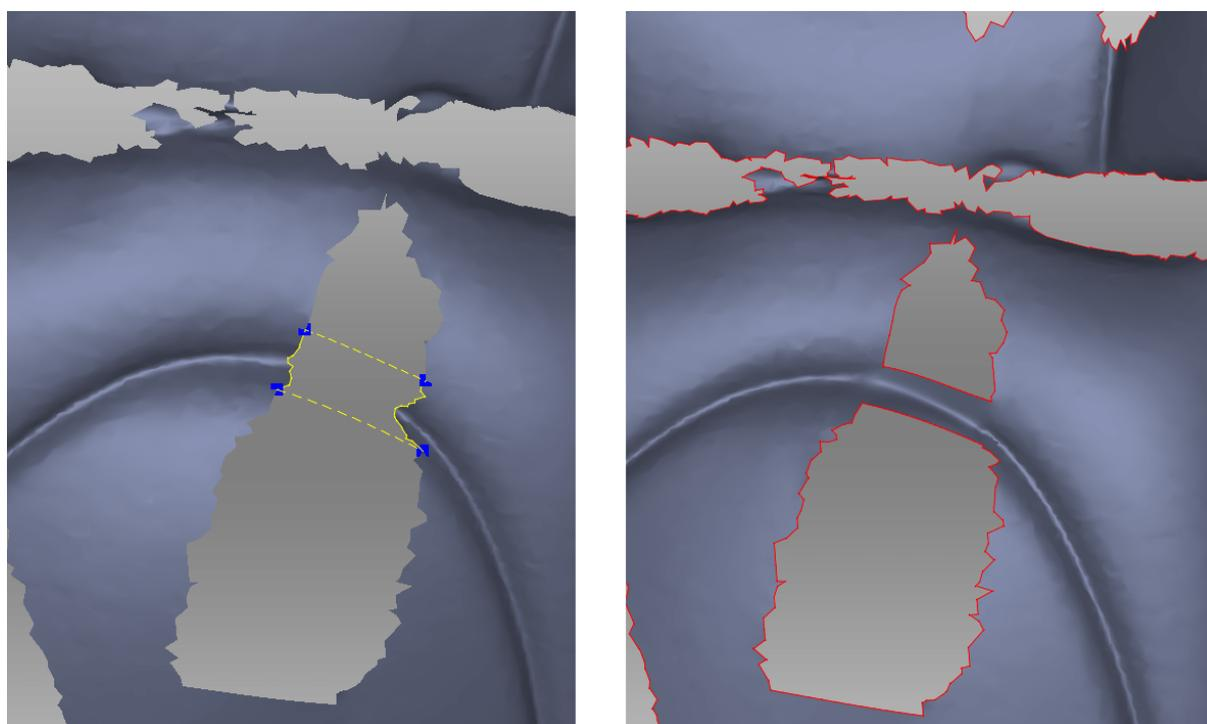

Abbildung 86: Fragmente spezifizieren. Korrekte Fragmente können die Originalgeometrie wiederherstellen.
2. Zwei Fragmente3 spezifizieren, zwischen denen eine Brücke verläuft (*Abb. 86*). Hierzu die unten aufgeführten Schritte zweimal (für jedes Fragment) durchführen.
Originalgeometrie erhalten (Abb. 86)	Kontrollkästchen Zuerst Ränder glätten abschalten